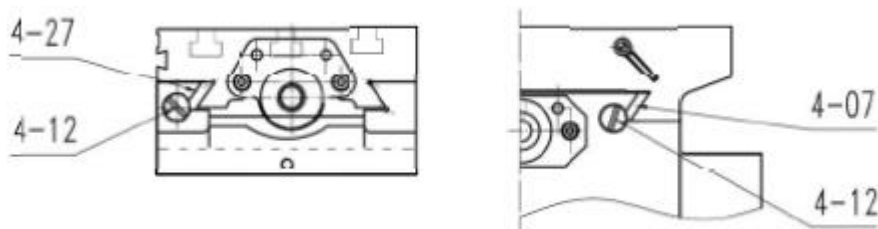

Рис.3
(1) Станок BF32 оснащен полноразмерной конической боковой стойкой (4-07) для регулировки избыточного провеса при перемещении стола вперед, назад, влево и вправо.
(2) Затянуть болт подвижной пластины (4-12) по часовой стрелке с помощью большой отвертки для избыточного провеса.
(3) Слегка открутить болт подвижной пластины против часовой стрелки, если он слишком затянут.
(4) Чтобы отрегулировать движение влево и вправо, следует отрегулировать болт подвижной пластины, пока не почувствуется небольшое сопротивление при повороте стола (Рис.3)
(5) Для регулировки движения вперед и назад отрегулировать болт подвижной пластины, как показано на Рис.3.